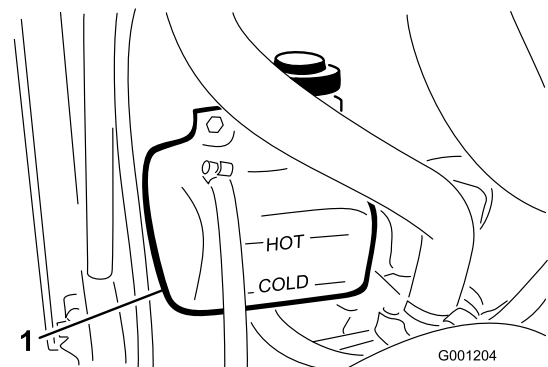

Figure 24
1. Vérifiez le niveau du liquide de refroidissement dans le vase d'expansion (Figure 24).